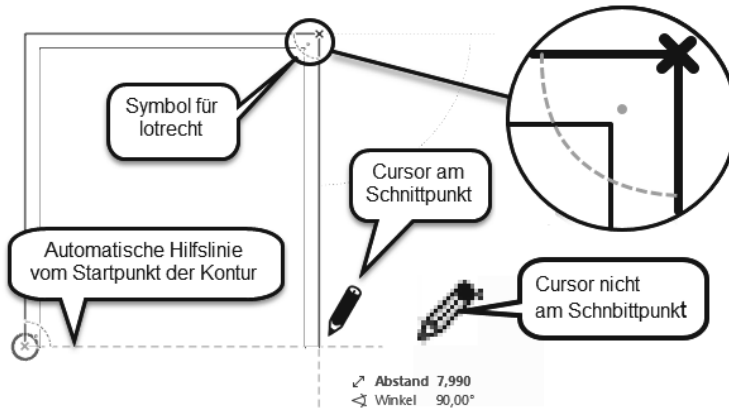

Abb. 1.27: Automatische Hilfslinien anstelle von Koordinateneingaben nutzen
- Die Favoriten können Sie über das Werkzeug  in der Symbolleiste STANDARD, das Menü FENSTER|PALETTEN|FAVORITEN oder Tastenkürzel **[Strg]+[F]** aktivieren. Mit diesem Werkzeug können Sie häufig benutzte Elemente in einer Liste zur schnellen Auswahl anzeigen lassen. *Eigene* Elemente mit bestimmten individuellen Voreinstellungen können Sie später aus dem GRUNDEINSTELLUNGEN-Dialogfenster jedes Werkzeugs mit der Schaltfläche FAVORITEN dort ablegen. Als Beispiel wird in Abbildung 1.27 eine Wand mit Wandstärke 50 cm als Favorit gespeichert: